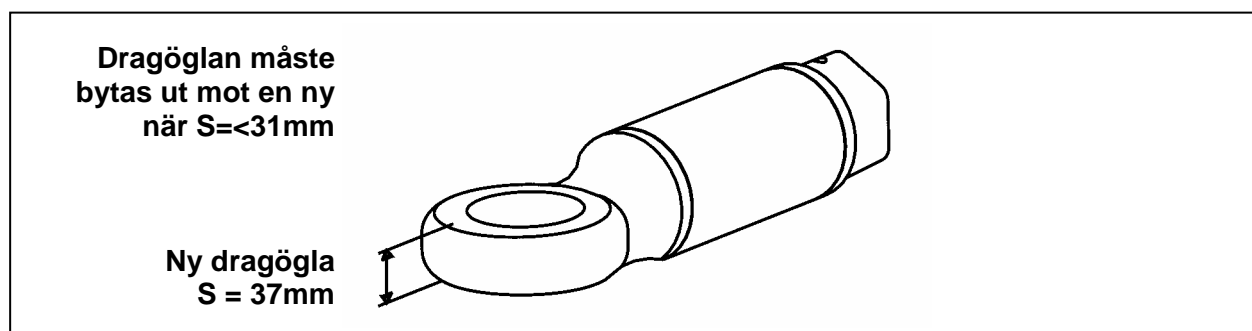

Fig. 2 - Slitage gräns för Dragögla
- Kontrollera förankringen till traktor och dragögglans slitage (se fig. 2 nedan).